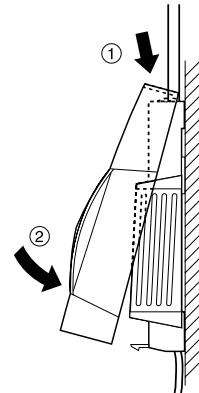

Abb. 4:
- Setzen Sie den Gehäusedeckel oben an und rasten Sie ihn unten ein (siehe Abb. 4).
- ▶ Setzen Sie den Gehäusedeckel oben an und rasten Sie ihn unten ein (siehe Abb. 4).